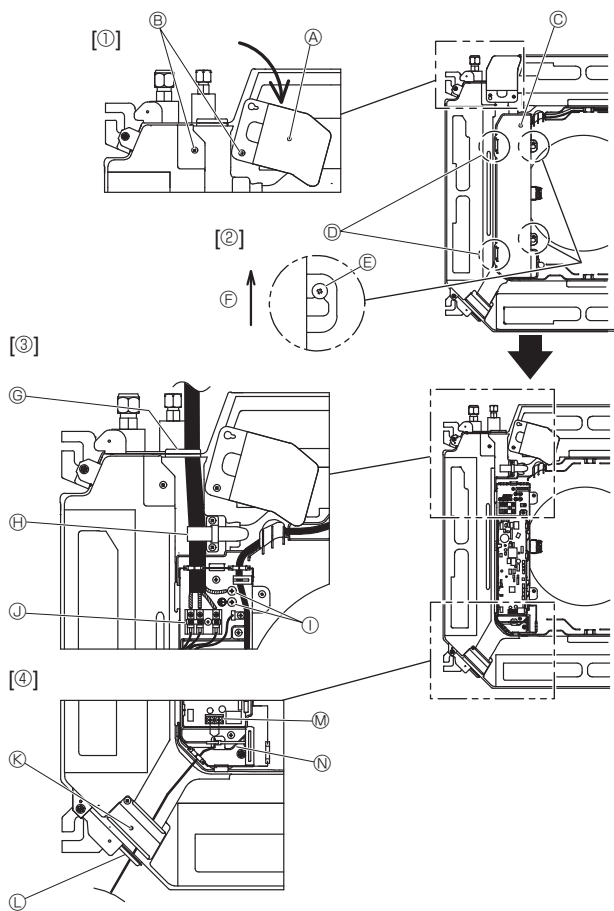
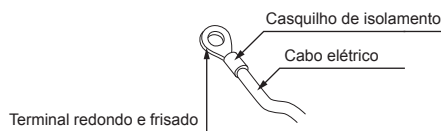
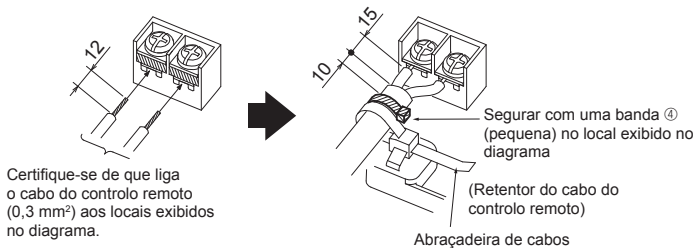

Fig. 6-1
Fig. 6-2
Fig. 6-3
6.1. Unidade exterior (Fig. 6-1)
- Desaperte os dois parafusos que seguram o painel de serviço da cablagem elétrica e, em seguida, rode o painel. [Fig. 6-1 ①]
- Desaperte os dois parafusos que seguram a tampa da caixa elétrica e, em seguida, faça deslizar a tampa. [Fig. 6-1 ②]
- Faça passar o cabo de alimentação, o cabo de ligação da unidade interior/exterior e o cabo de ligação à terra pelas entradas de cablagem mostradas no diagrama. [Fig. 6-1 ③] Coloque a parte revestida do cabo de alimentação e do cabo de ligação da unidade interior/exterior na caixa elétrica. Utilize terminais redondos e frisados para o terminal de ligação da unidade interior-exterior e o kit de terminais de alimentação opcional. [Fig. 6-2] Se não for possível utilizar terminais redondos e frisados, siga o procedimento da Fig. 6-3-6-6. Consulte as secções 6.1.1. e 6.1.2. para obter informações sobre a ligação.
- Faça passar e prenda o cabo do controlo remoto nas entradas de cablagem mostradas no diagrama. [Fig. 6-1 ④, Fig. 6-3] Consulte as secções 6.1.1. e 6.1.2. para obter informações sobre a ligação.